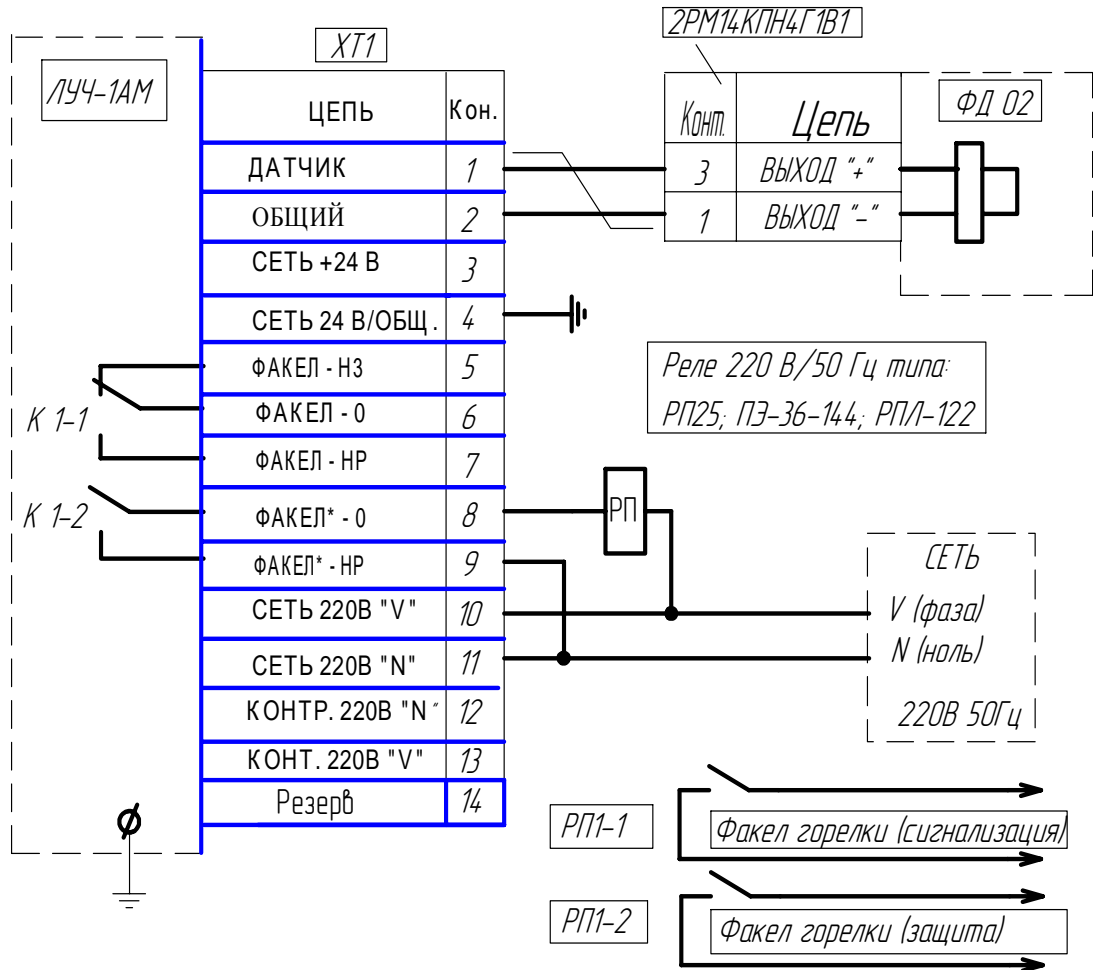

Рис.13. Типовая схема подключения сигнализатора ЛУЧ-1АМ для контроля горелки фотодатчиками ФД-02 (ФД-03, ФД-04).
- Рис.13. Типовая схема подключения сигнализатора ЛУЧ-1АМ для контроля факела горелки фотодатчиками ФД-02 (ФД-03, ФД-04).